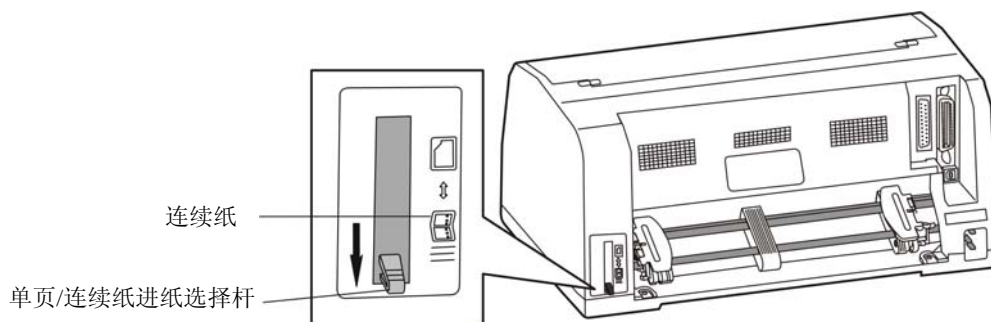

图 3-7 设定单页/连续纸进纸选择杆位置（连续纸）
2. 设定单页/连续纸进纸选择杆到连续纸的位置（如图 3-7 所示）。